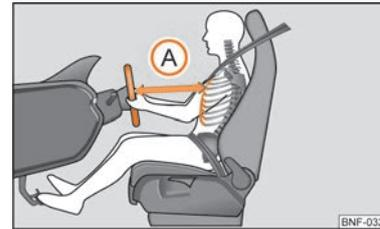

Abb. 71 Der richtige Abstand des Fahrers zum Lenkrad
- Stellen Sie das Lenkrad so ein, dass der Abstand zwischen Lenkrad und Brustbein mindestens 25 cm beträgt ⇒ Abb. 71 (A).
- Der Fahrer muss einen Abstand zum Lenkrad von mindestens 25 cm einhalten ⇒ Abb. 71 (A). Wenn Sie den Mindestabstand nicht einhalten, kann Sie das Airbag-System nicht schützen - Lebensgefahr!